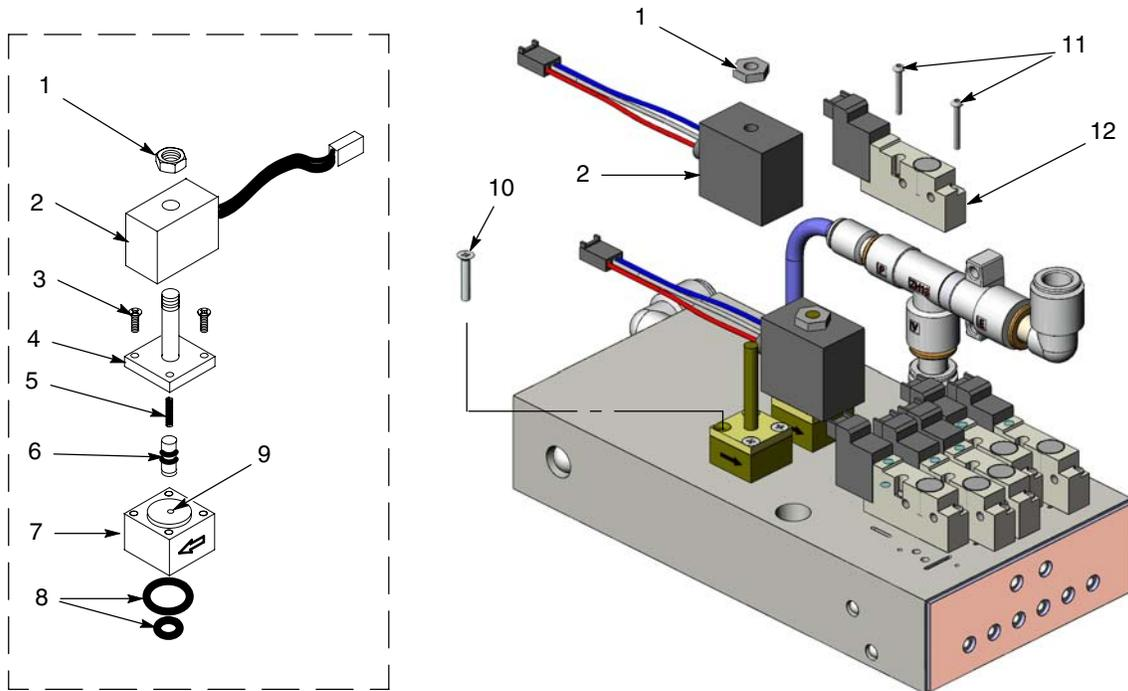

Abb. 42 Verteilerblock reparieren
1. Siehe Abbildung 42. Mutter (1) und Spule (2) vom Regelventil abnehmen.
2. Die zwei langen Schrauben (10) abnehmen, um das Regelventil vom Verteilerblock abzunehmen.
3. Die zwei kurzen Schrauben (3) abnehmen, dann die Ventilstange (4) vom Ventilgehäuse (7) abnehmen.
4. Ventiltrone (6) und Feder (5) von der Stange abnehmen.
5. Sitz und Dichtungen der Patrone und die Düse (9) im Ventilgehäuse reinigen. Niederdruckluft verwenden. Keine scharfen Metallwerkzeuge zum Reinigen der Patrone oder des Ventilgehäuses verwenden.
Siehe Abbildung 42. Zum Abnehmen des Ventils die Mutter (1), Spule (2) und die langen Schrauben (10) abnehmen.
Siehe Abbildung 42. Zum Abnehmen der Magnetventile die zwei Schrauben (11) im Ventilgehäuse abnehmen und das Magnetventil (12) vom Verteilerblock abheben.